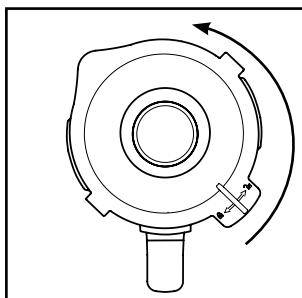

Fig. 1
- 1) Tag blenderkanden **③** lodret op fra motorblokken **⑥**.
- 2) Fjern låget **②** ved at dreje det mod uret i retning af position  (se fig. 1), indtil du kan tage det af oppefra.
- 3) Fyld blenderkanden **③** mindst op til den nederste streg på skalaen **④** og maksimalt til MAX-markeringen. For at opnå optimale resultater anbefaler vi følgende maksimale påfyldningsmængder: